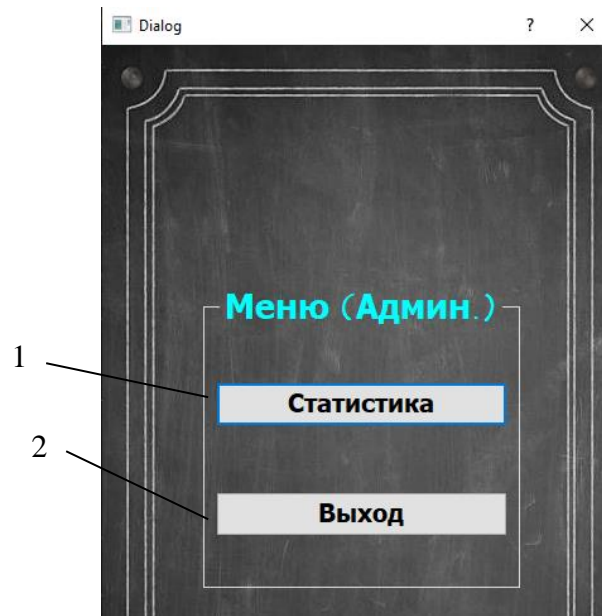

Рисунок 2.8 – Меню администратора
Если пользователь авторизовался как администратор, ему будет доступно окно со специальным меню (рис.2.8).
2. Ввести имя «Admin», Фамилию «Admin» и пароль «Admin» и нажать «Вход». Убедиться, что появится меню администратора (см. рис. 2.8).
4. Нажать кнопку «Выход». Убедиться, что появится меню администратора (см. рис. 2.8).